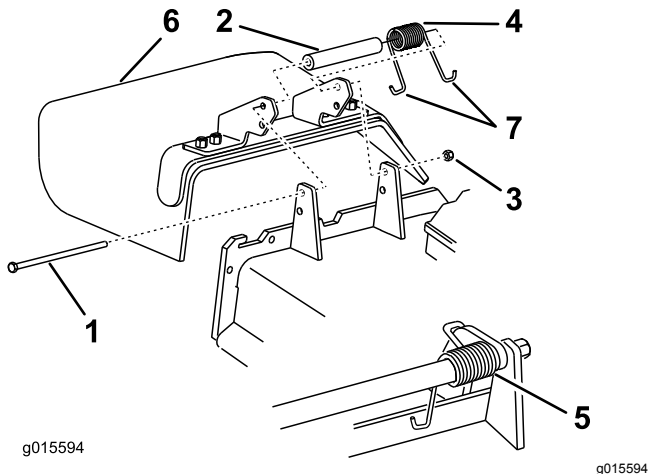

Figura 107
1. Retire la contratuerca, el perno, el muelle y el espaciador que sujetan el deflector a los soportes de pivote (Figura 107).
Nota: Asegúrese de colocar un extremo en J del muelle detrás del reborde de la carcasa antes de instalar el perno, según se muestra en Figura 107.
5. Coloque un extremo con gancho en J del muelle alrededor del deflector de hierba (Figura 107).